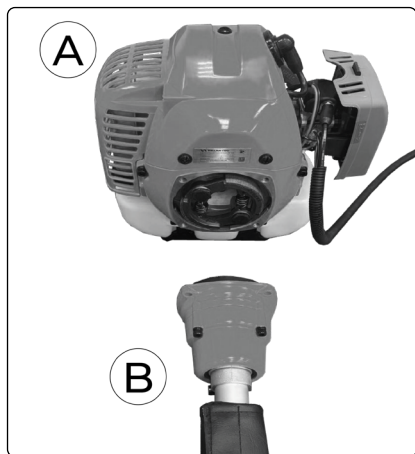
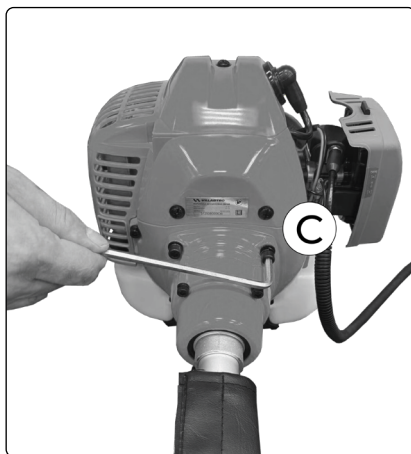

Рис. 2
Рис. 3
- Соедините двигатель А с трубой В четырьмя винтами С (Рис. 2, Рис. 3).